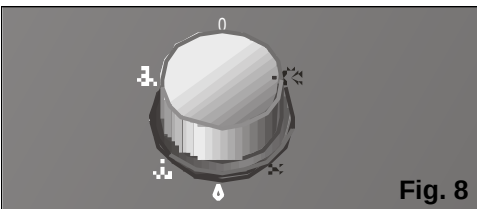

Fig. 8
- ❑ Kies de maximale of de geluidloze functie van de luchtbehandeling, **Fig. 8**. (de functie geluidloze koeling vermindert de luchtmassa ❄ van ❄ het apparaat).